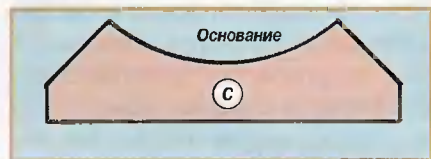

Рис. 3. Шаблон основания.
1. Переводят шаблон (рис. 3) на заготовку из ореха и выпиливают два основания. Гладко зачищают их.